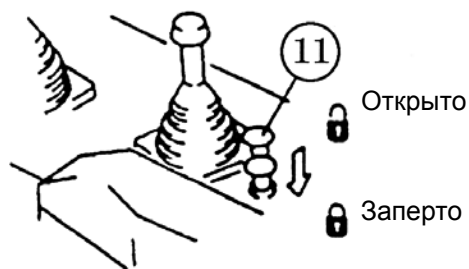

Рис. 2-17.
2.2.1.11 Кнопка блокировки управления рыхлителем (11) (Рис. 2-17)